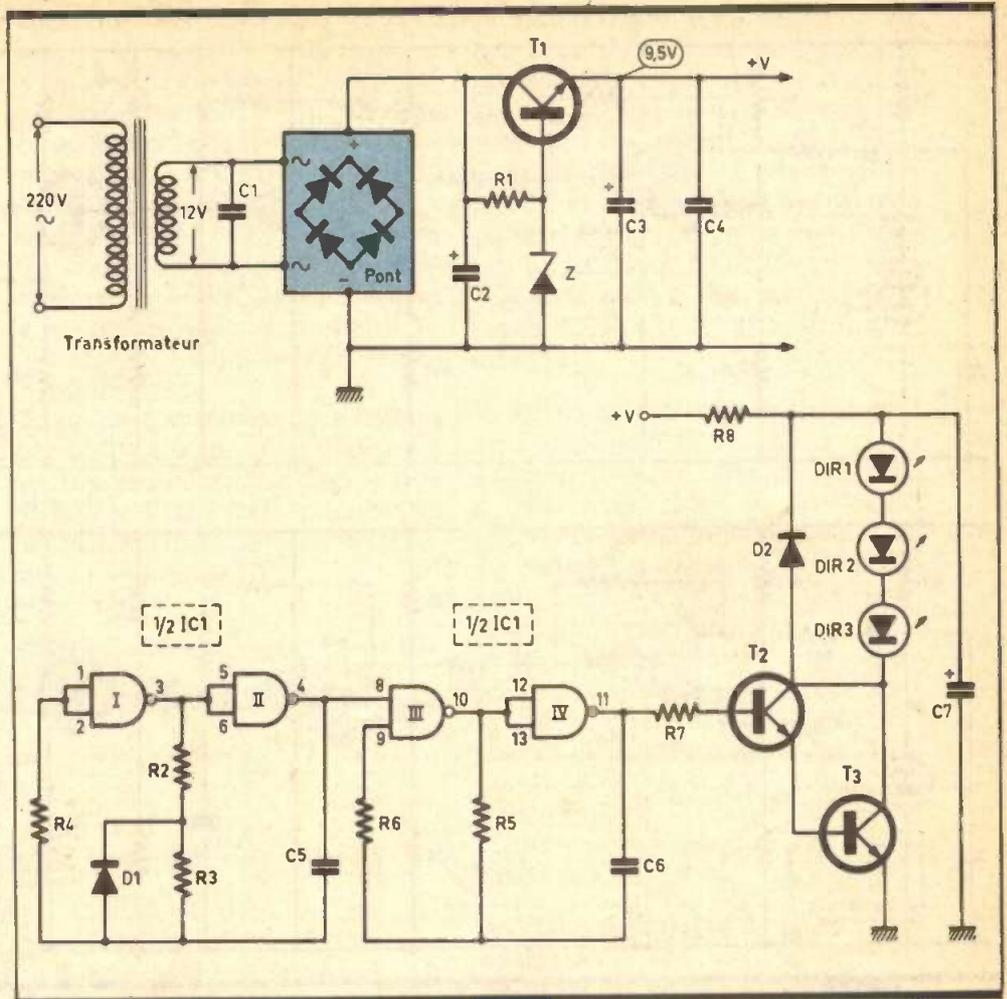

Fig. 3 Alimentation et génération du rayonnement infrarouge.
a) Alimentation (fig. 3)
b) Commande impulsionnelle (fig. 3)
c) Rayonnement infrarouge (fig. 3)